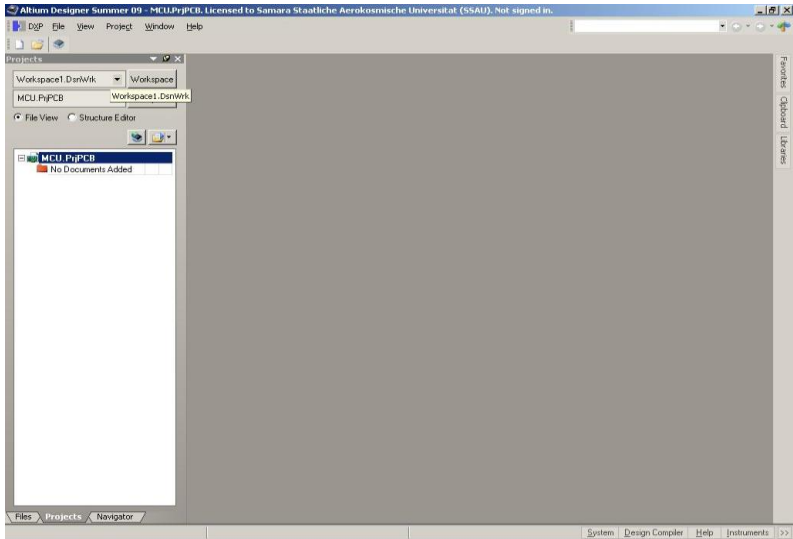

Рис. 3. Сохранение проекта в рабочей директории
2. Используйте команды из меню **File/Save Project** и сохраните проект под именем “MCU” в вашей рабочей директории (рис. 3).